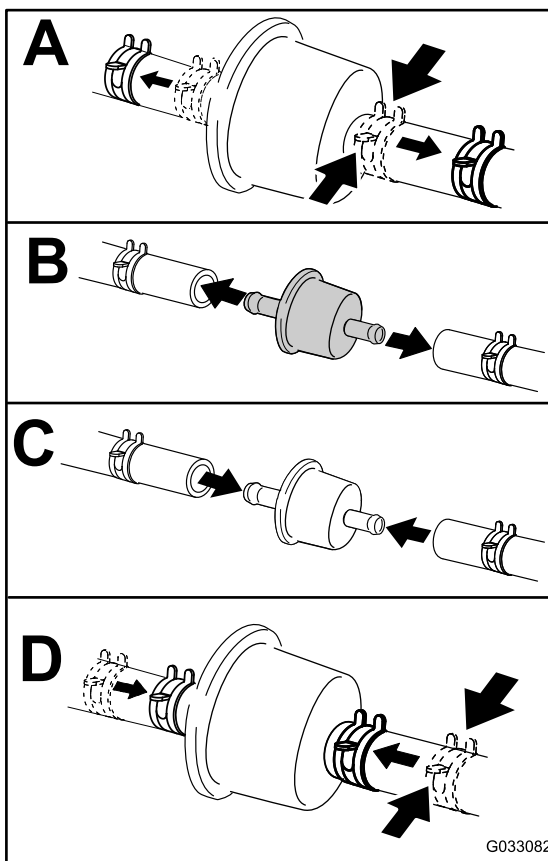

Figura 64
4. Cierre la válvula de cierre de combustible, situada debajo del asiento (Figura 64).